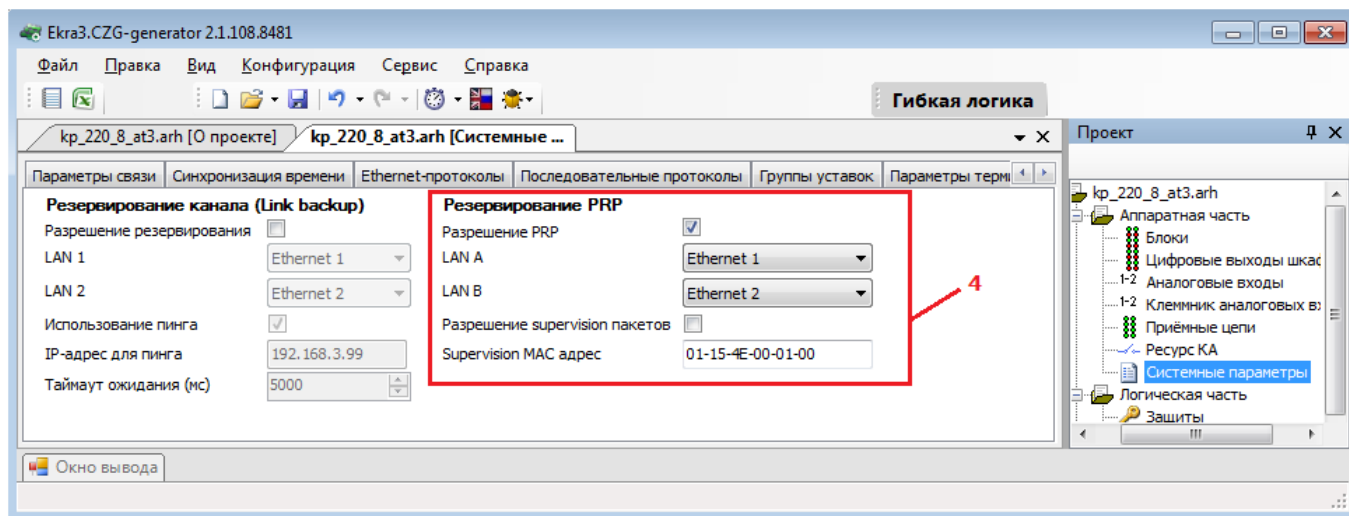

Рисунок 3.67
- установить флажок перед полем **Резервирование PRP** (см. рисунок 3.67).
- выбрать «LAN A» (основной интерфейс) и «LAN B» (резервный интерфейс) (см. рисунок 3.67, обозначение 4);